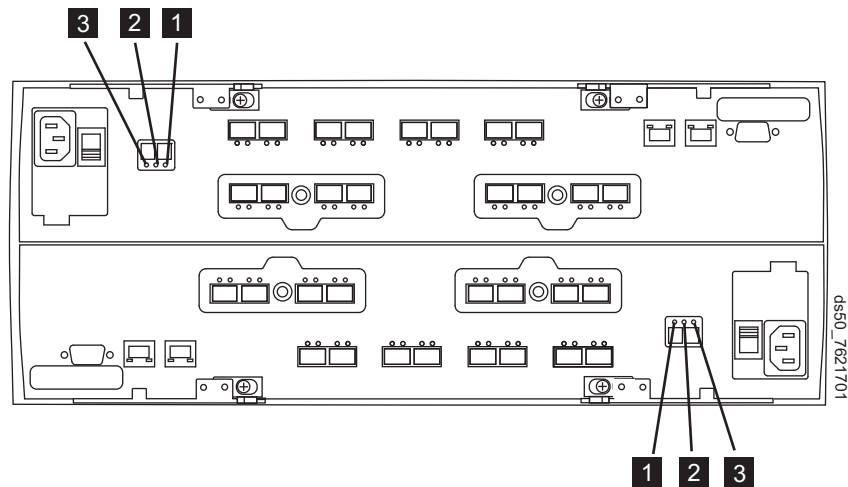

図 127. コントローラー保守処置 LED
30. コントローラーの LED を調べて、コントローラーが正しくリブートすることを確認します。233 ページの図 127 は、LED の位置を示しています。233 ページの表 58 は、233 ページの図 127 に示されている番号付きの位置を説明しています。